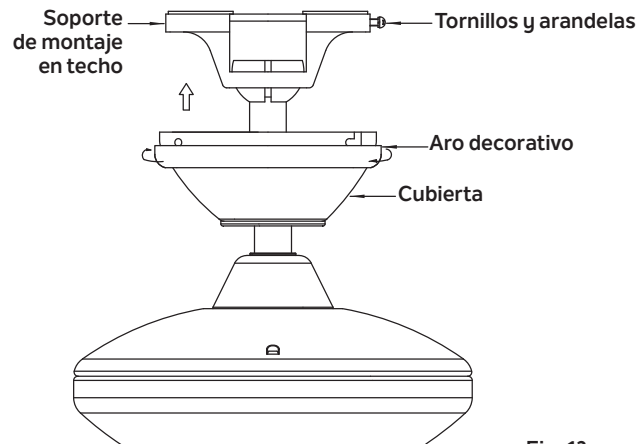

Fig. 13
**Paso 2.** Desliza la cubierta hasta el techo y asegúrala al soporte de montaje de techo usando 4 tornillos en el borde superior del soporte de montaje. Inserta cada tornillo en el orificio de montaje de la cubierta y dentro del soporte de montaje. Aprieta firmemente todos los tornillos. (Fig. 13)